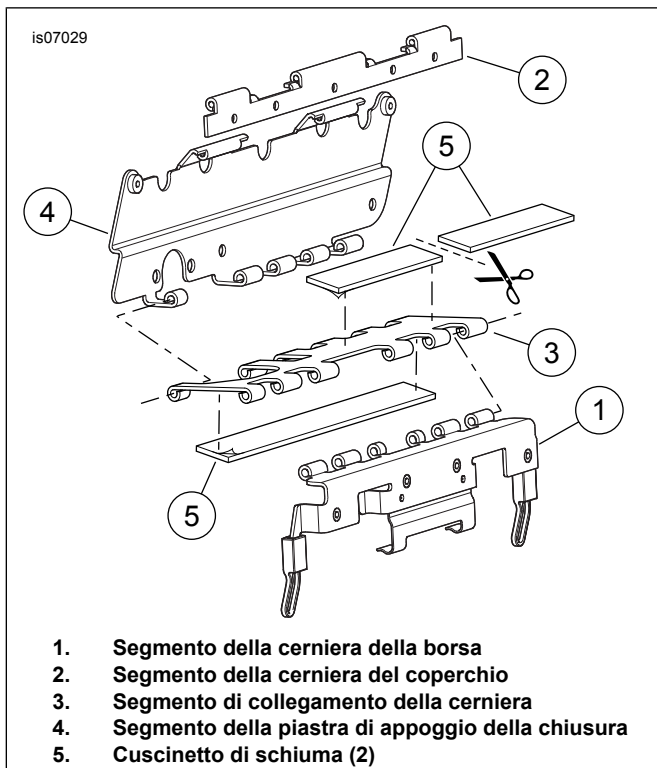

Figura 7. Installare i cuscinetti di schiuma sulla cerniera della chiusura della borsa (illustrato il lato di sinistra)
Vedere Figura 7. Per chiarezza, la cerniera di chiusura della borsa viene illustrata con i perni rimossi.
15. Procurarsi dal kit due cuscinetti in schiuma (Figura 12, elemento 24). Tagliare un pezzo a metà, come indicato nella Figura 7. Rimuovere il rivestimento dal retro adesivo del cuscinetto **non tagliato** e fissarlo al lato piatto del segmento di collegamento della chiusura. Rimuovere il rivestimento dal retro adesivo di una delle parti tagliate del cuscinetto e fissare questa al lato cerniera del segmento di collegamento della chiusura, come illustrato.